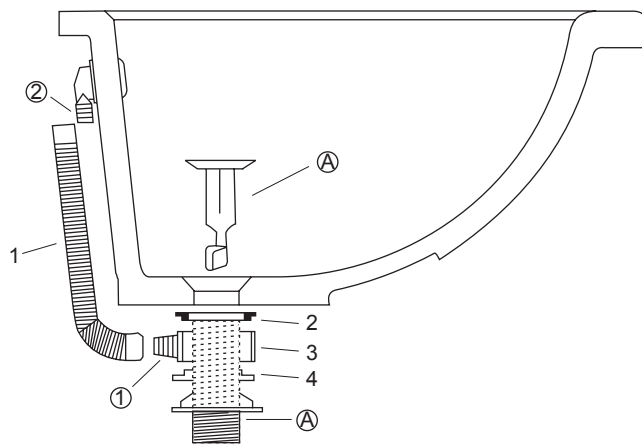

Fig.1 / รูปที่ 1
- a. Please the sequence of Fig.1 to install the over flow accessories and drain to the synthetic vanity top.
- b. Apply bond on (1) and (2) to avoid water seeping.
- ข. ให้ทาซิลิโคนลงบน (1) และ (2) เพื่อป้องกันน้ำรั่วซึม